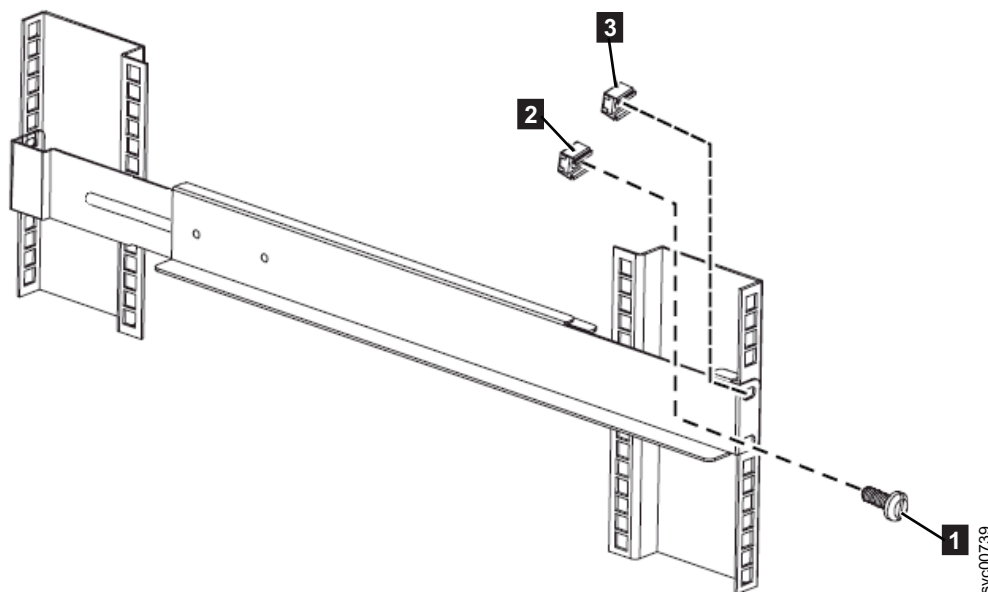

Figura 238. Conectando a parte frontal do trilho do 2145 UPS-1U no rack.
7. Instale 2 porcas de clipe **2** e **3** na parte frontal do rack. Em seguida, conecte o trilho usando apenas 1 parafuso M6 x 10 **1** no orifício de montagem inferior, conforme mostrado no Figura 238.